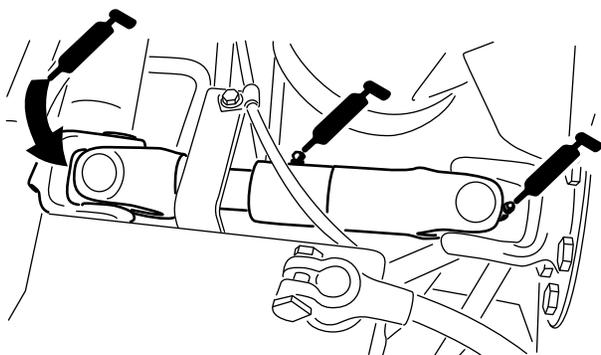

Рисунок 38
- Универсальный шарнир приводного вала насоса (3) (Рисунок 38)